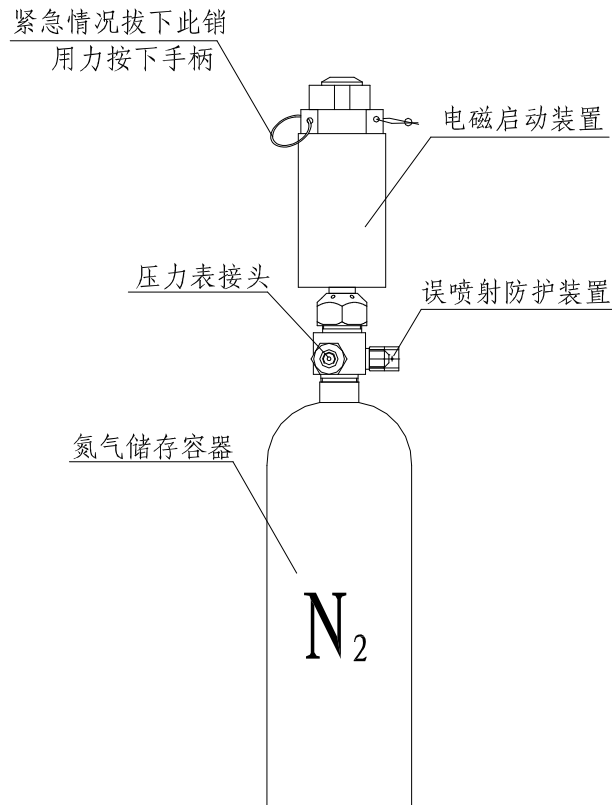

图 5：驱动气体储存容器
5) 为了避免容器在运输、装卸过程中灭火剂误喷放, 在启动容器阀出口处设置有防护装置, 装置上有小孔, 能使氮气均匀喷放而不产生较大的反冲力。如图 5 所示。